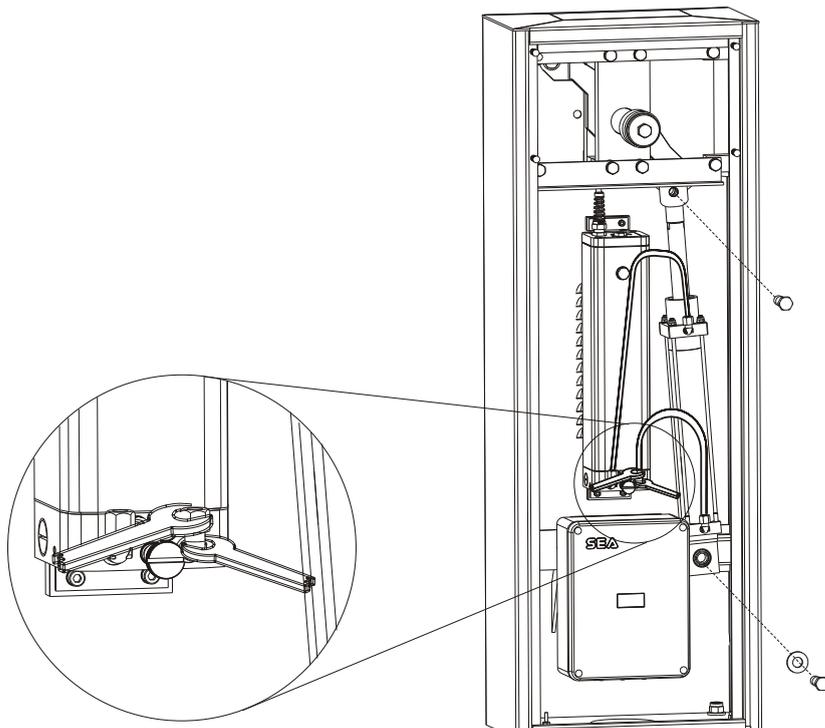

Fig. 4
Avant d'installer le ressort vérifier le choix de la barrière, si à droite ou à gauche. Si la barrière est avec fermeture à gauche échanger le piston de droit à gauche comme dans Fig.4 et Fig.5
N.B.: Avant d'inverser le piston desserrer de demi tour les deux raccords des tuyaux de liaison entre centrale oleodynamique et piston hydraulique pour faciliter l'inversion (seulement sur la centrale) comme dans Fig.4.
Une fois échangé le piston serrer les vis de fixation du piston et reserrer les tuyaux de liaison sur la centrale précédemment desserrés (Fig.4).